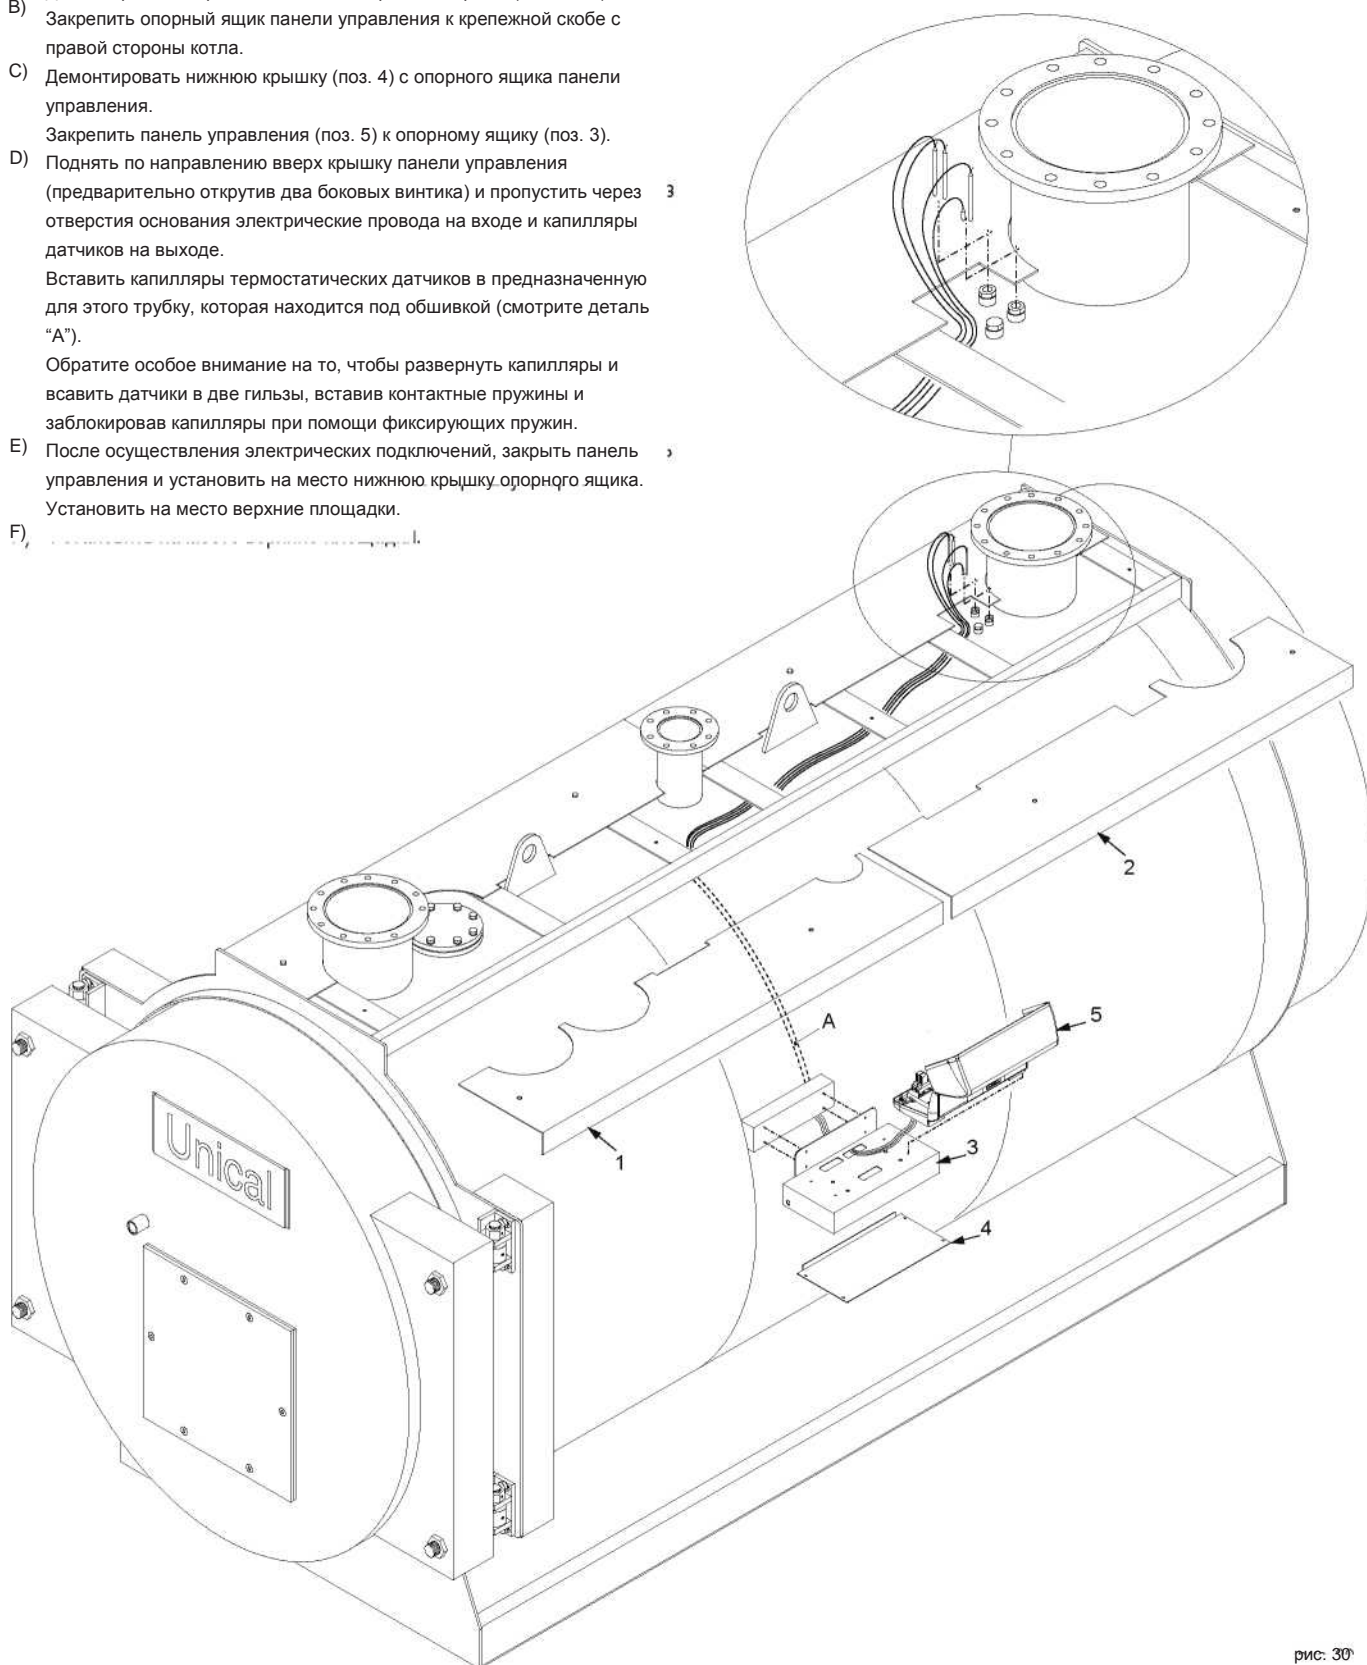

рис. 30
Последовательность монтажа (см. рис. 30)
- включением-отключением котлового насоса P_i или, когда он отсутствует, всех насосов установки (например, насосов P_i и P_c на рис. 30) по команде термостата T_{мин} с уставкой срабатывания 55°C;